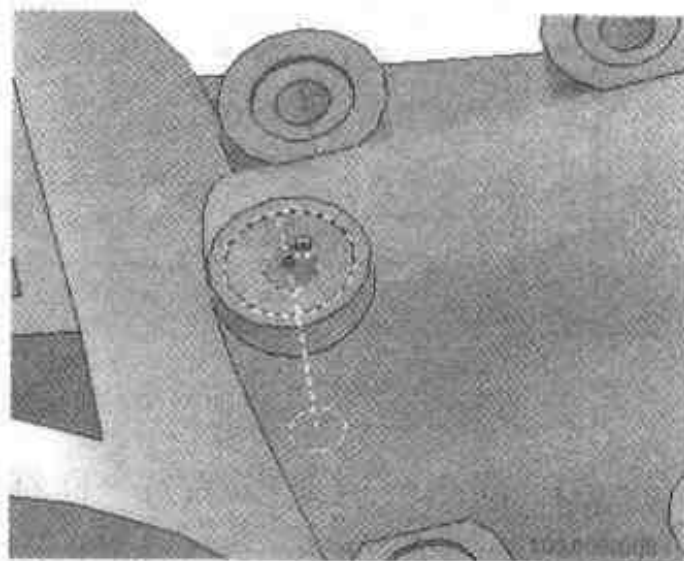

图 2.42 生成【综合沉孔】
- (8) 在弹出的对话框中选择【综合沉孔】选项，将孔直径改为 17，孔深度改为 80，沉头深度改为 1，沉孔直径改为 40，斜沉头角度改为 160，单击【确定】按钮，如图 2.42 所示。